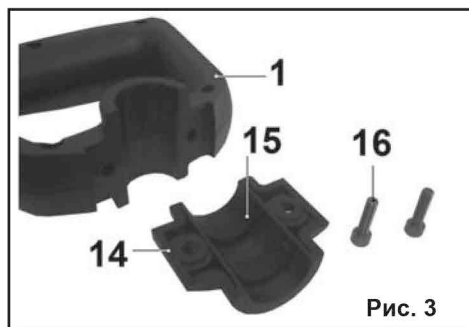

Рис. 3
7.1.2. Установите в крышку рукоятки (14) два резиновых амортизатора (15) из комплекта поставки, как показано на Рис. 3.